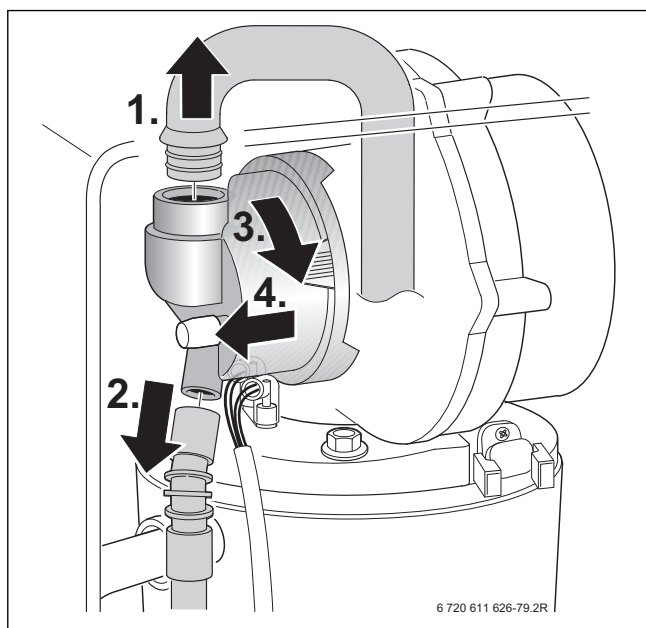
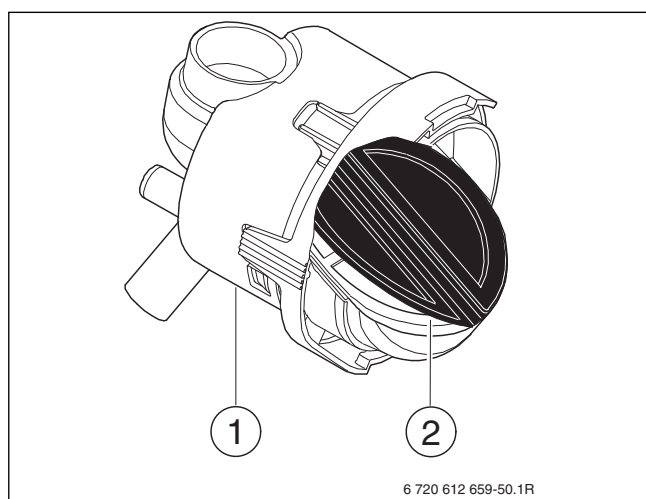

Fig. 67
Fig. 75
- ▶ Démontez le tube d'admission d'air et retirez le tuyau à gaz du dispositif de mélange, → figure 67.
- Démontez le mélangeur (fig. 75, [1]) comme indiqué sur la figure 67, pag. 41.